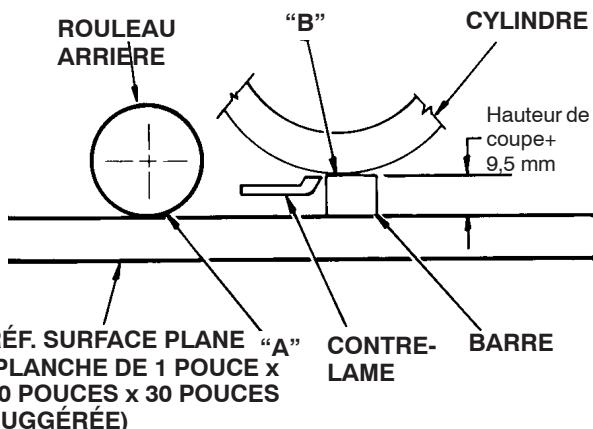

Figure 16
2. Insérez une barre de 70 cm de longueur (Fig. 16), et environ 9,5 mm plus épaisse que la hauteur de coupe voulue, sous le cylindre, en appui contre le bord tranchant de la contre-lame (Fig. 16). Le cylindre (pas la contre-lame) doit toucher la barre sur toute sa longueur.
5. Insérez une barre (Fig. 16) de 70 cm de longueur et de même épaisseur que la hauteur de coupe voulue sous le cylindre, près de la contre-lame.